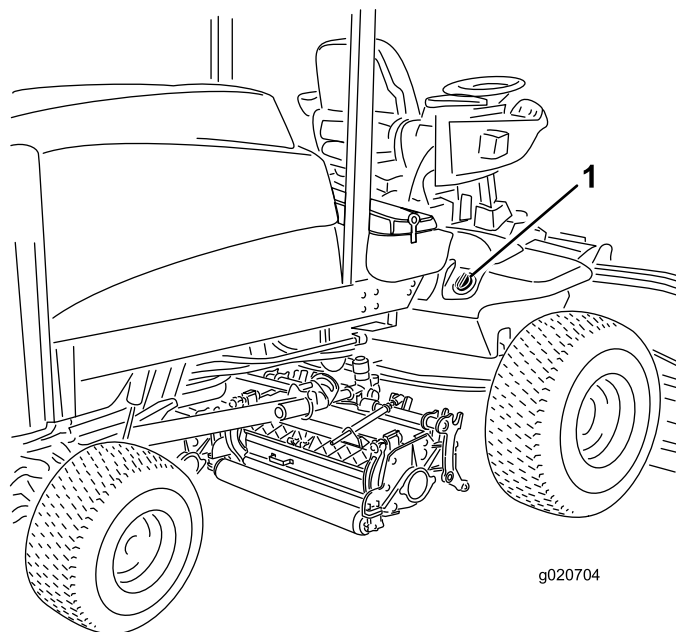

Figura 39
2. Pulite attorno al collo del bocchettone e del tappo del serbatoio idraulico (Figura 39).